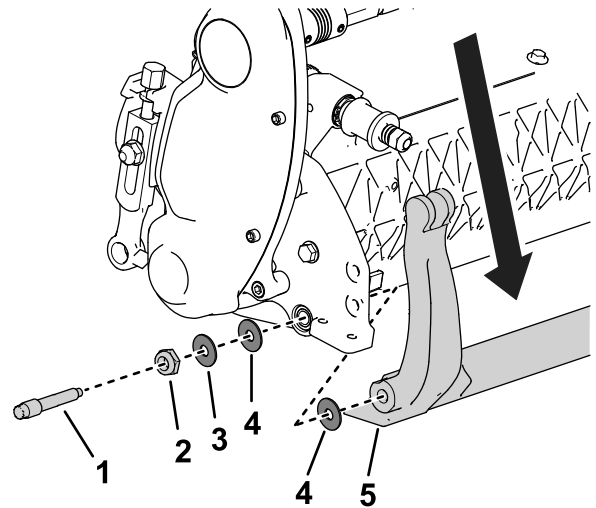

Figura 20
3. Allentate il dado di bloccaggio riprodotto nella Figura 20 su ciascun lato della macchina.
4. Togliete tutti i bulloni della barra di appoggio perché quest'ultima possa essere tirata in giù e rimossa dall'apparato di taglio (Figura 20).
Tenete in considerazione le 2 rondelle di nylon e la rondella in acciaio su ciascun'estremità della barra di appoggio (Figura 20).
3. Collocate una rondella di nylon su ciascun lato del risalto della piastra laterale. Posizionate una rondella di acciaio all'esterno di ciascuna rondella di nylon (Figura 20).